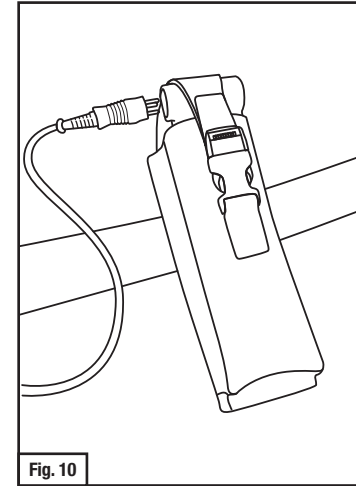

Fig. 10
- Conecte el cable de corriente GVP-610 al adaptador TR-659 (Fig 10). Conecte el extremo del socket al cable de corriente en el receptáculo de punta en la parte frontal del motor/ventilador GVP-100. Para encender el motor con ventilador, mantenga oprimido el botón del adaptador por 1/2 segundos. Cuando se haya encendido, la luz indicadora en el TR-659 debe centellear por aproximadamente un segundo y luego apagarse.